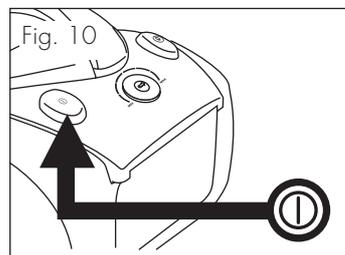

Fig. 10
Modelli con interruttore ON/OFF (L) e regolatore di potenza sull'apparecchio (M) (fig. 10)